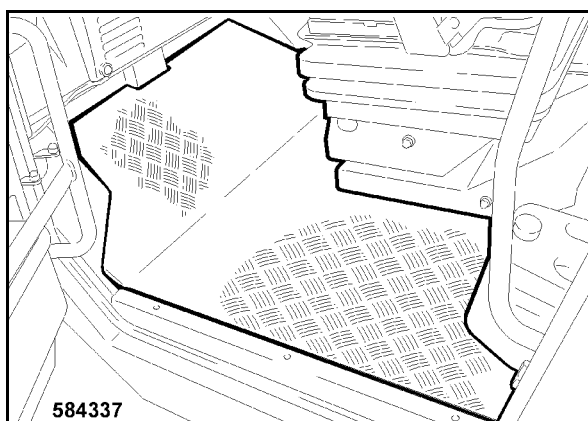

Fig. 185
- Colocar la estera 1 (Fig. 185).